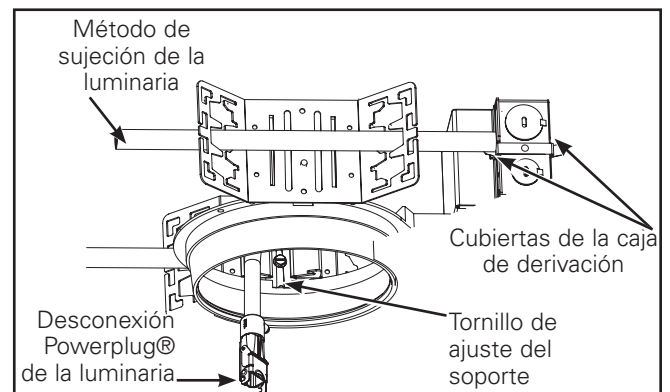

Figura 1.
2. Tornillo de ajuste del soporte: Ajuste los tornillos de ajuste del soporte de modo que la parte inferior del anillo de yeso quede al ras de la línea del techo acabada. El soporte de suspensión es reversible para un ajuste total de 5" (Figura 1.).